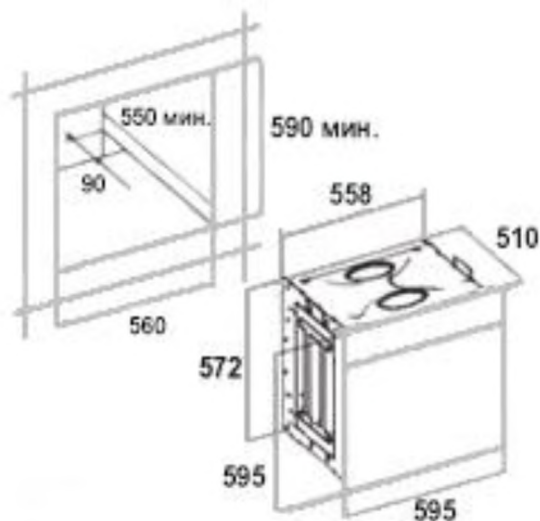

Рис. 7: Схема установки
2. При установке духовки в шкаф важно, чтобы обеспечивалась достаточная вентиляция, для этого надо снять заднюю панель мебели и оставить зазор не менее 85-90 мм, как показано на рис. 7.